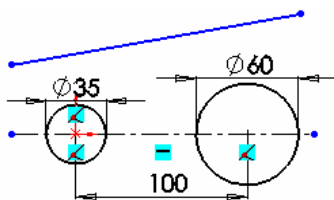

图 3-29 绘制直线
⑨ 绘制直线。单击草图绘制工具栏上的直线按钮，此时鼠标指针变为形状。在两个圆的上方绘制一条直线，直线的长度要略长一点，如图 3-29 所示。